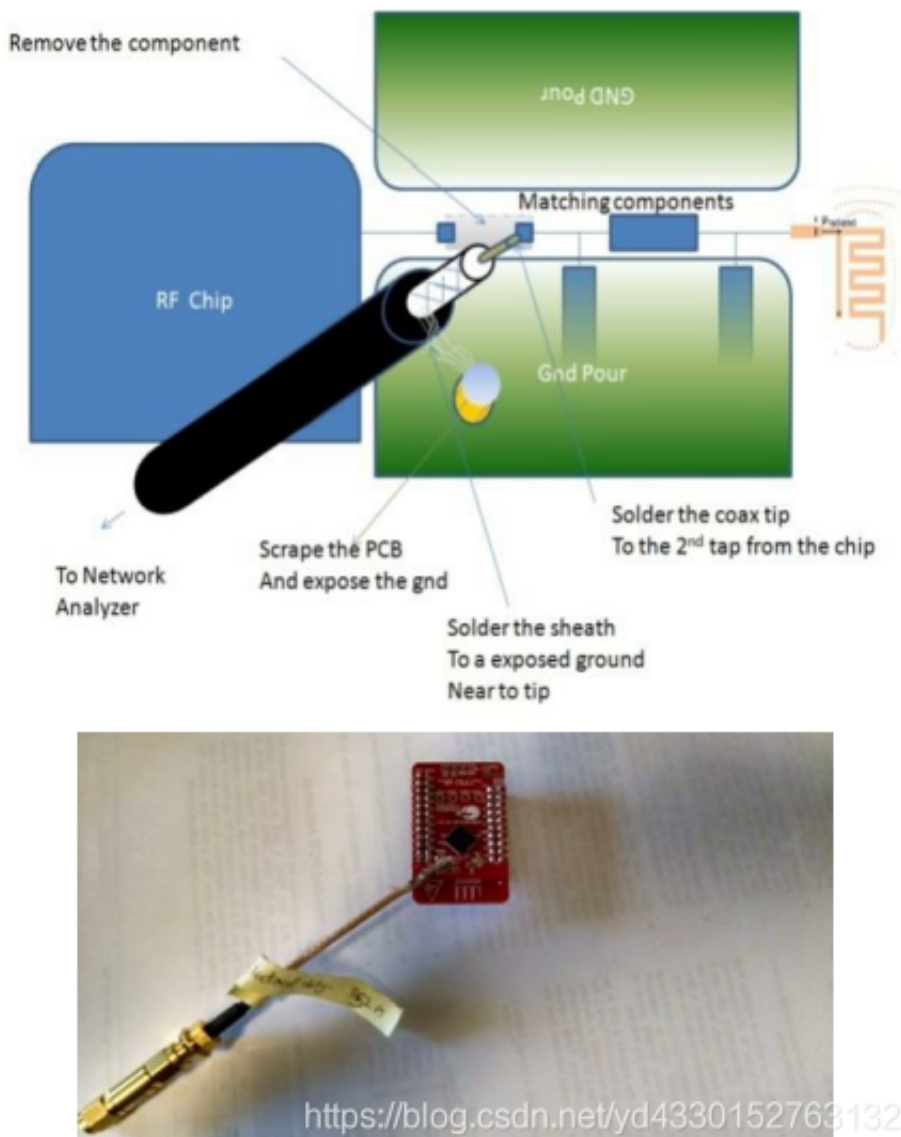

图21
2. 使同轴线缆接近芯片的射频输出引脚。断开芯片连接。否则，不仅仅是天线，就连 Balun 也会连接到同轴线缆。请参见 图21。